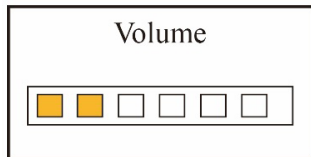

Figura 4.10B Configuración de Volumen
- **Volume (volumen):** Para ajustar el volumen del sonido (incluido el sonido de alerta, el sonido beep del pulso y el sonido clic de la tecla), hay 6 niveles de volumen de sonido opcionales, el valor predeterminado de fábrica es de nivel 3, como se muestra en la Figura 4.10B.